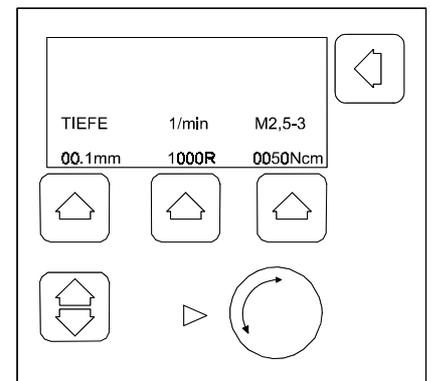

Bild 4-8 Arbeitsmenü
4. Im Arbeitsmenü (Bild 4-8) die Fertigungsdaten eingeben: